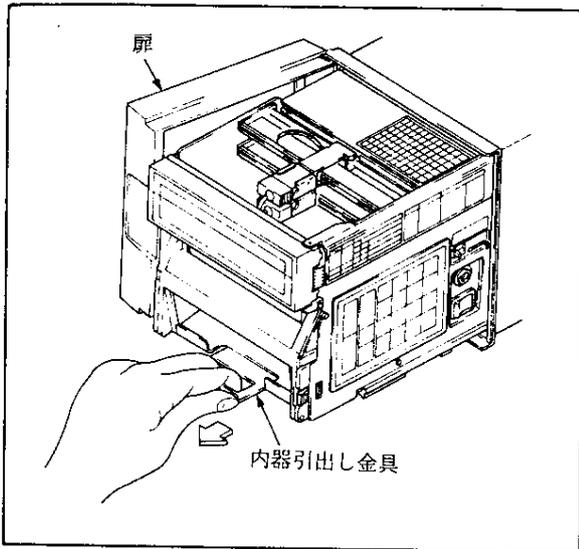

図 5.9
- (1) 扉を開き、内器引出し金具により内器を引き出します (図 5.9)。